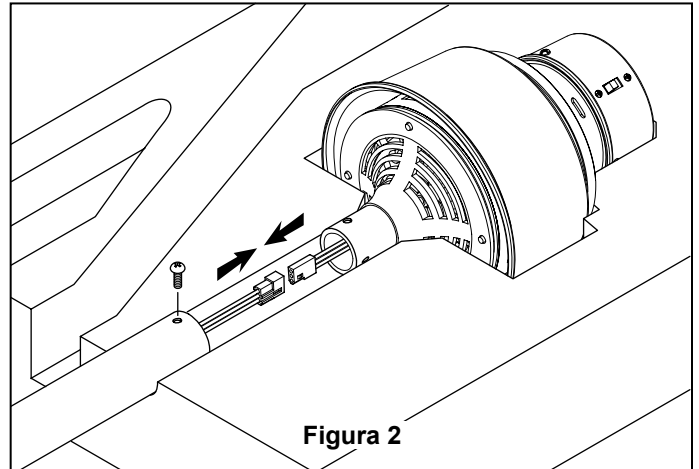

Figura 2
3. Cuelgue la barra transversal /unidad del poste (ensamblada anteriormente) en el soporte de suspensión. Asegúrese de que la ranura de la semiesfera esté colocada en la pestaña del soporte de suspensión. (Figura 2)
4. GIRE con cuidado el soporte de suspensión y la barra transversal/unidad del poste juntos para orientar el ventilador en la posición deseada. (Figura 2)
2. Con la almohadilla de espuma que se incluye, coloque un motor en cada extremo de la unidad del tubo. Fije firmemente el enchufe del motor al portalámparas en la unidad del tubo. (Figura 2)
4. Alinee los orificios del tubo con los orificios de la unidad del motor e instale tres tornillos en cada motor. No ajuste demasiado. (Figura 2)